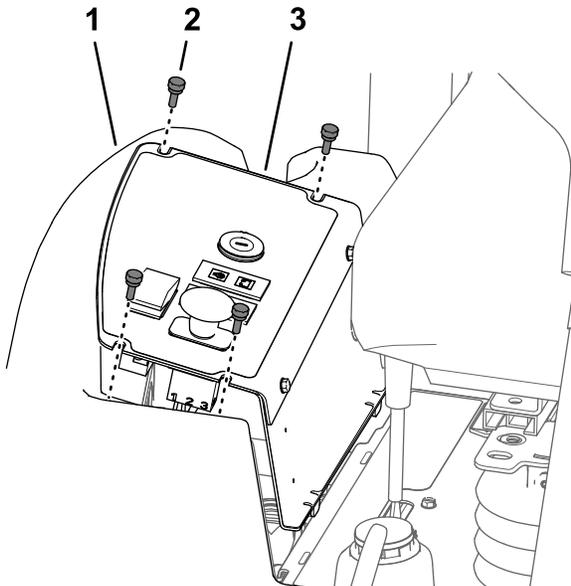

Рисунок 54
1. Выверните 4 барашковых винта, которые крепят пластину панели управления к топливному баку (Рисунок 54).
2. Поднимите пластину панели управления (Рисунок 54).
3. Совместите пазы в верхней части пластины панели управления с отверстиями во фланце топливного бака (Рисунок 54).
4. Установите пластину панели управления на фланец топливного бака с помощью 4 барашковых винтов (Рисунок 54), снятых при выполнении пункта 1 в разделе Демонтаж пластины панели управления (страница 56).